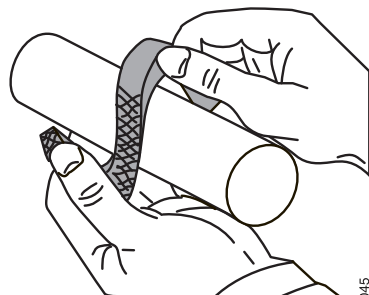

Figura 21: Dobragem axial dos anéis de empanque.
- Abra os anéis de empanque novos dobrando-os axialmente. Consulte a figura 21.